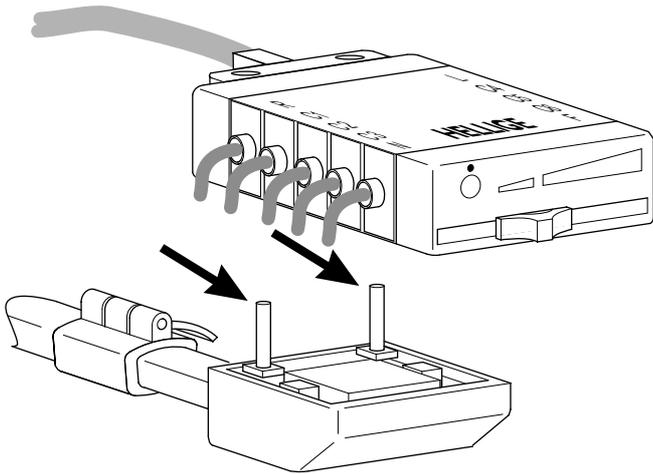

Figure 3-4. Emboîtement du distributeur d'électrodes
- \* Fixez le distributeur d'électrodes sur les goujons du support (figure 3-4).